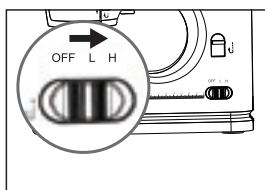

Fig.9
6. Deslice el interruptor de encendido a la posición de velocidad baja o alta y la máquina empezará a coser automáticamente. Recomendamos la velocidad baja para principiantes (Fig. 9).